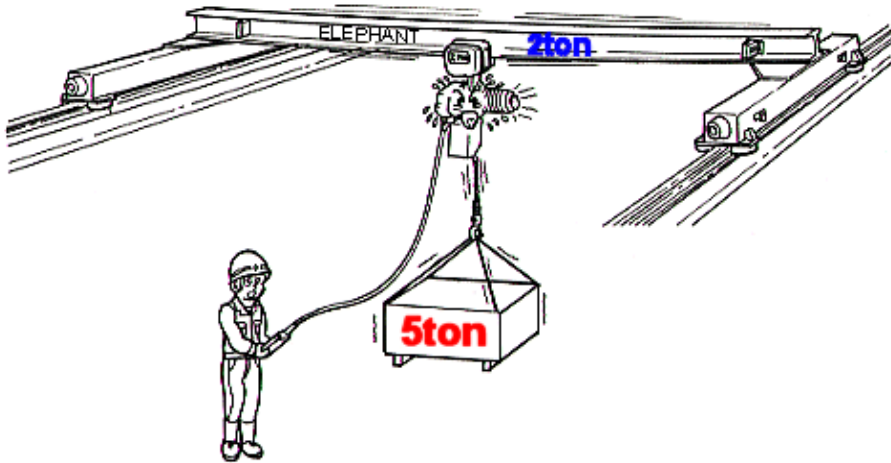

図5 定格荷重を超える荷重は、つらない
- (1)作業は指導監督する者の指示により実施してください。
- (2)クレーン操作・玉掛け作業は有資格者が行ってください。
- (3)検査証のないクレーンや検査証有効期間が切れたクレーン、または整備不足のクレーンを用いて作業しないでください。
- (4)クレーンに取り付けられている安全装置類を外したり、作動しないようにしないでください。(例えば上下限リミットなど)
- (5)定格荷重を超える荷重は、つらないでください。但し、落成検査および変更検査など特別な場合を除く。(図5)